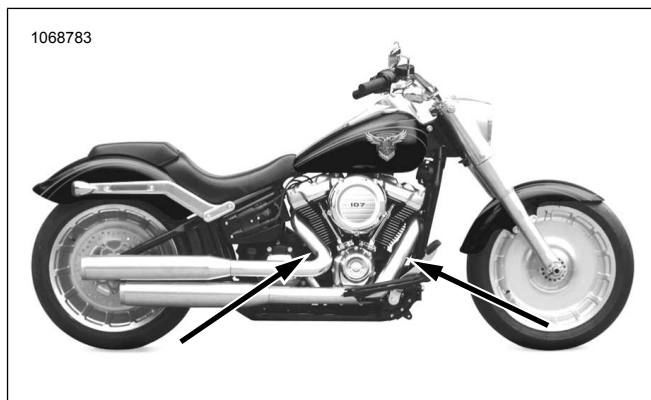

Figura 22. Localizações do sensor de oxigênio (lado interno dos canos de escape)
Veja Figura 22, Figura 52 e Tabela 5. Instale os sensores de oxigênio do coxim largo (2). Usando o soquete do sensor de oxigênio (Peça n.º HD-48262-A) aperte com torque de: